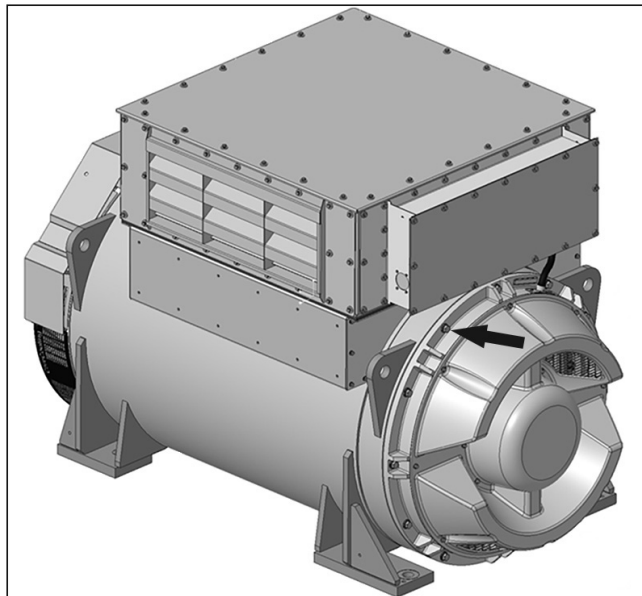

图 18. 进气口盖拆卸和安装说明
1. 拧松 14 个 M8 螺栓，拆下进气口盖，以便能够接触到转子运输支撑螺钉。请参阅：图 18 在第 xx 页 28。
1. 拆下进气口盖，以便能够接触到转子运输支撑堵洞螺钉。请参阅：图 18 在第 xx 页 28。